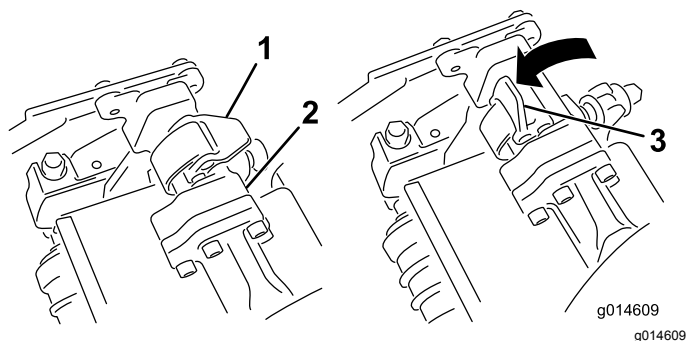
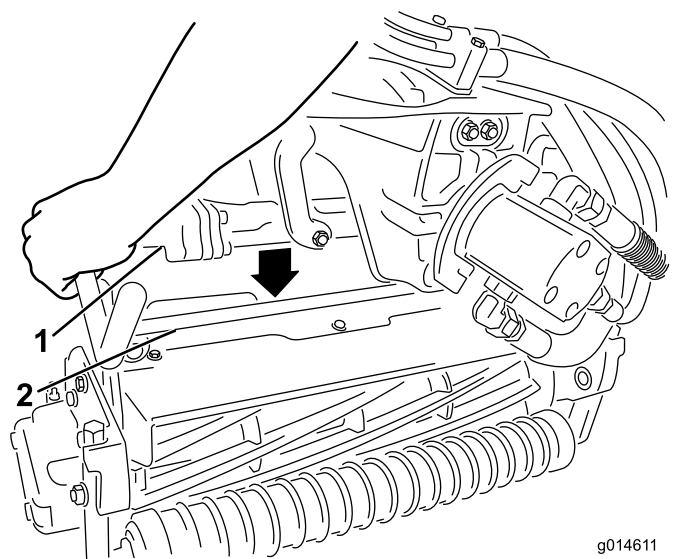

Figure 32
Figure 33
3. Les verrous de la barre de bras de suspension étant orientés en haut (c.-à-d. ouverts) (Figure 32), poussez le bras de suspension vers le bas pour que la barre s'engage sur la barre transversale en haut du plateau de coupe (Figure 33).
4. Fermez les verrous autour de la barre du plateau de coupe et bloquez-les en place (Figure 32).
4. Ouvrez les verrous sur la barre du bras de suspension appartenant au plateau de coupe que vous voulez déposer (Figure 32).